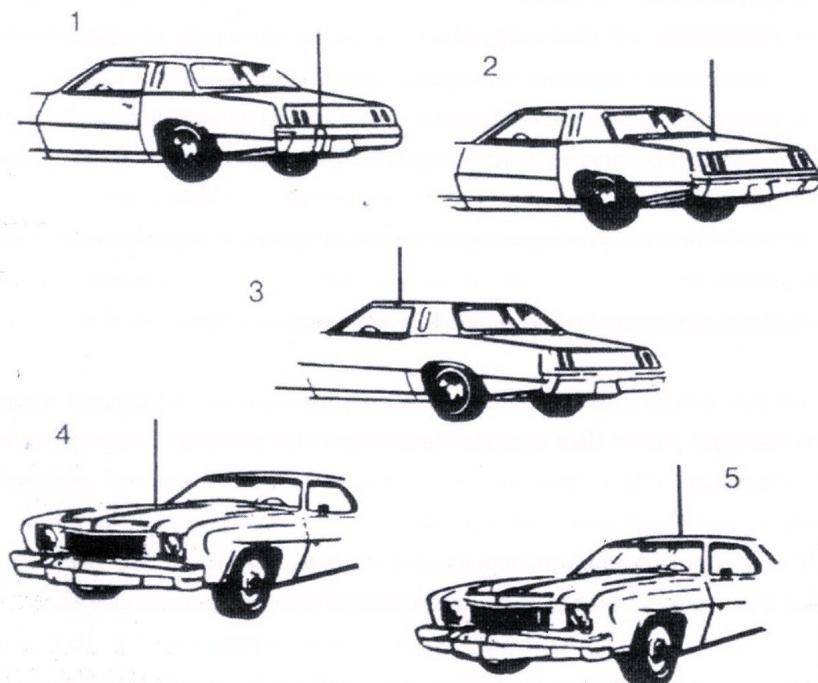

Рис. 6. Типичные места установки автомобильных антенн.
В общем случае имеются два типа антенн для мобильных Си-Би радиостанций - полноразмерный штырь длиной 1/4 волны (2,75 м) и укороченная согласованная штыревая антenna (от 0,5 до 1,9 м). Из-за большой длины полноразмерных антенн на автомобилях применяются, в основном, укороченные антенны длиной не менее 1,2 м, в различных конструктивных исполнениях с креплением через отверстие в крыше, на кронштейне за отбортовку водостока или на магнитном основании (см. рис. 6).
На рис. 6 показаны пять типичных мест установки автомобильной антенны: (1) задний бампер, (2) задняя крышка багажника, (3) отбортовка для стока воды, (4) капот, (5) крыша.